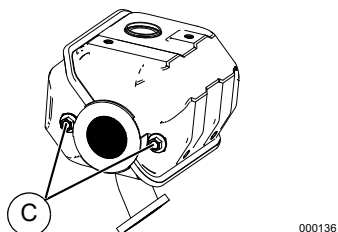

Figure 4-11. Vis du pare-étincelles
2. Voir Figure 4-11. Desserrer les vis (C) et démonter le pare-étincelles du silencieux.